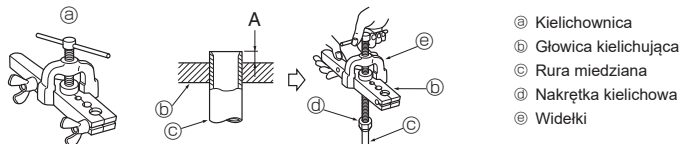

Fig. 5-5
5.3.4. Kielichowanie (Fig. 5-5)